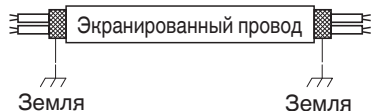

Рис. 4-6
- (5) Используйте экранированные провода для межблочной проводки управления (с) и заземлите оплетку с обеих сторон, в противном случае возможно нарушение работы из-за помех. (Рис. 4-6) Подключите проводку, как показано в Разделе «4-3. Схемы электропроводки системы».